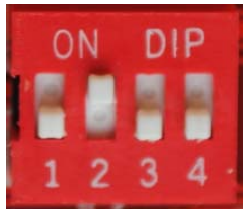

图 5 3.5'显示对应的拨码器
- 2) 当拨码器上的 2 拨到 ON 位置时对应的是 3.5' 电子纸的显示程序，如图 5。